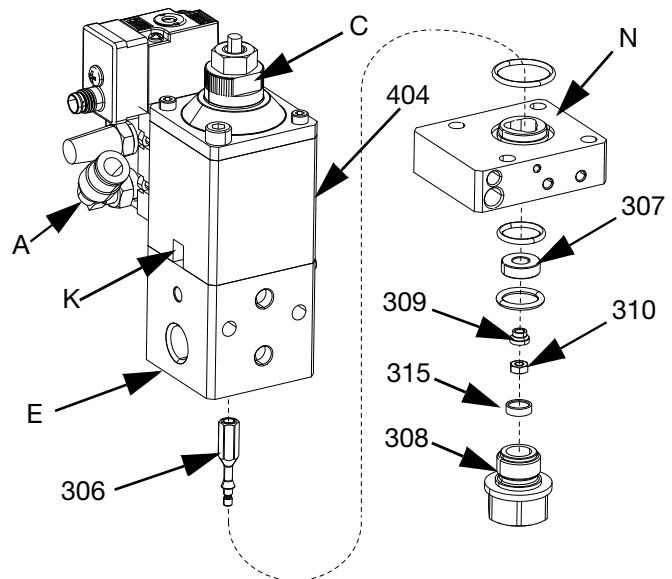

FIG. 16
1. Montera den nya tätningssatsen (101, 201) på kolvstången med tätningss monteringsverktyget (806) med flänsen vänd mot luftsektionen (B).
2. Ta bort och spara tätningss monteringsverktyget (806).
4. Sätt en insexnyckel genom kolvstången (410) i dräneringshålet (K). Se FIG. 16.